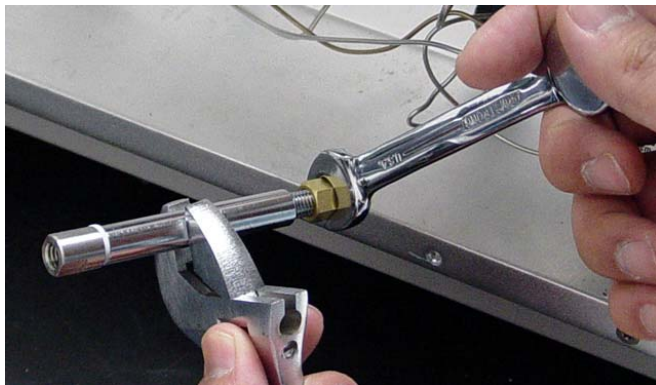

图 74 拆下 Swagelok 螺帽
- 11** 使用活扳手和 7/16 英寸的扳手，按图 74 所示，从捕集阱的底部拆下 1/8 英寸的 Swagelok 螺帽。